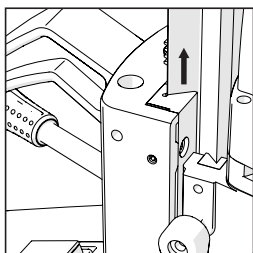

Fig. 14
**Uwaga: Urządzenie** S28MAG posiada dwie przewodnice (**Rys. 14**), z których jedną można regulować.